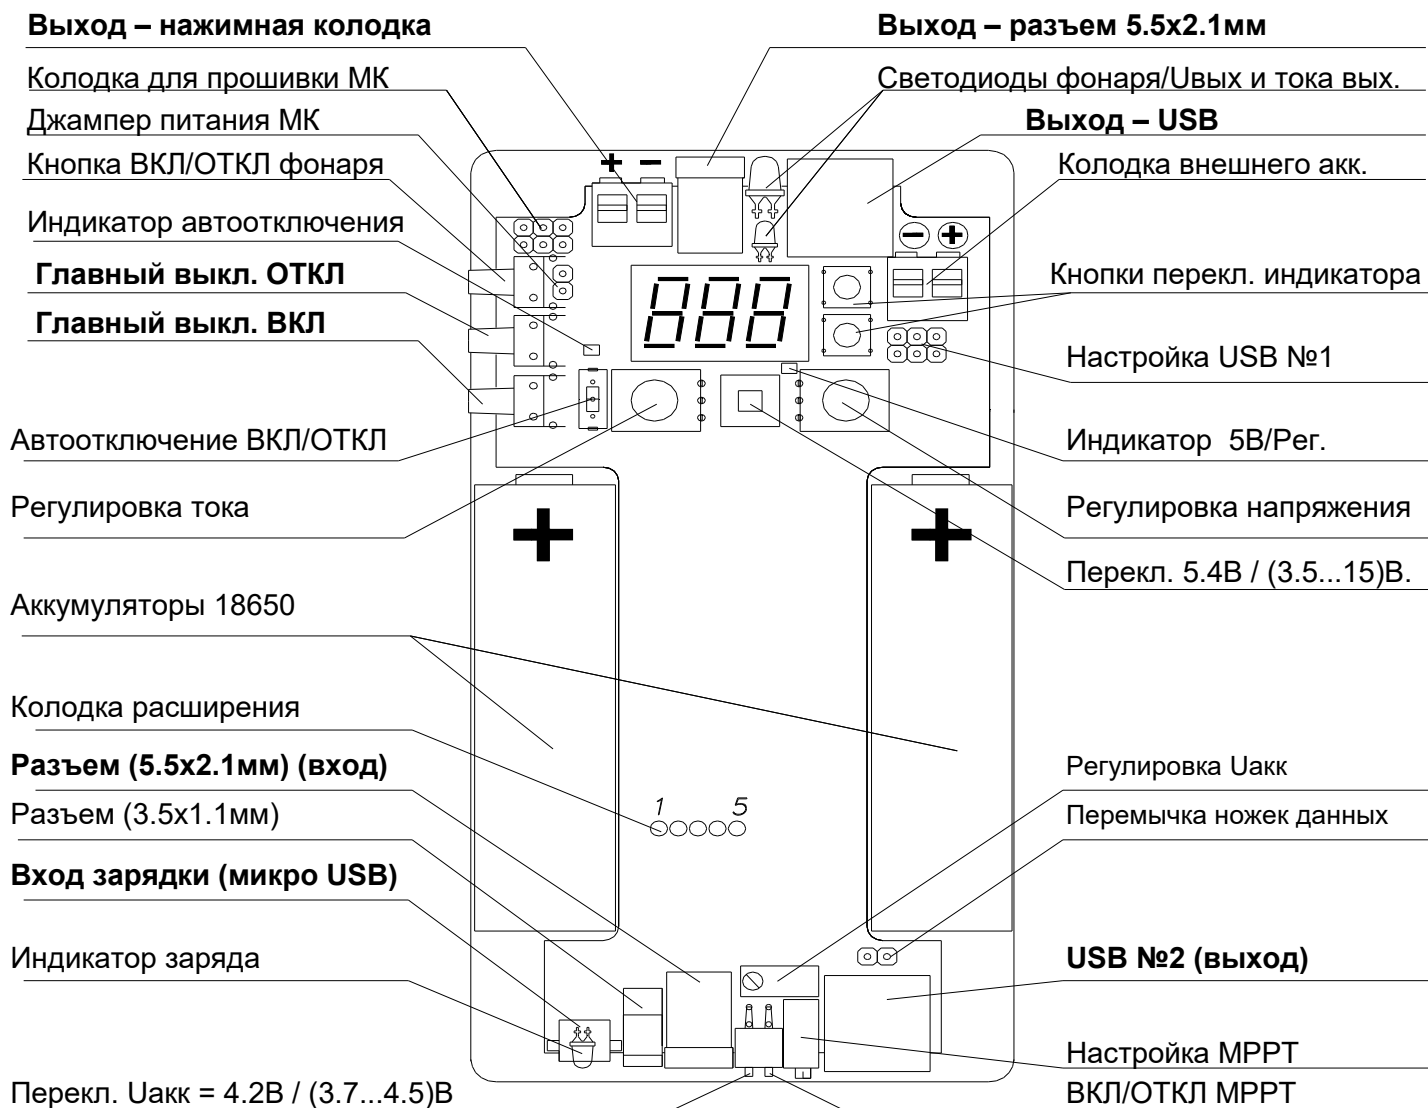

Рис.2. Расположение основных элементов.
- **Выключатель автоотключения** – в позиции «вверх» (на Рис.2) разрешает автоотключение схемы если выходной ток снижается до уровня 100мА или меньше. Отключение примерно через 45 сек. Светодиод дублирует положение переключателя, если горит – автоотключение есть.
Для этого служит нажимная колодка справа от USB разъема №1. Также два провода от внешнего аккумулятора могут быть припаяны в отверстия около этой колодки. Плюс аккумулятора подключается (или подпаивается) к правому (на Рис.2) контакту колодки или отверстию.